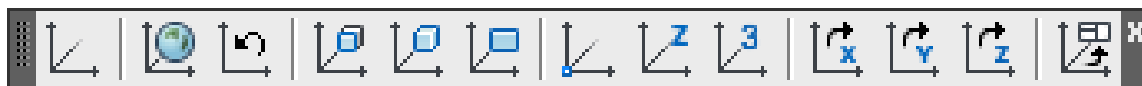

Рис. 31
- вывести на экран инструментальную панель **ПСК** (рис. 31);